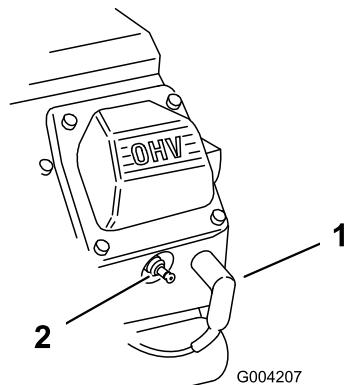

Figure 164
- Débranchez les fils des bougies (Figure 164).